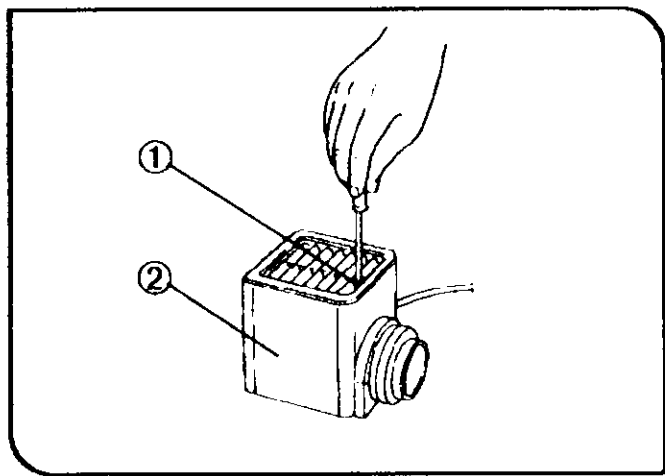

图 78
(2) 安装卤素灯 (图 78 到 80)
① 指定灯泡型号是 12V100WHAL L (PHILIPS 7724) 卤素灯泡。
- 5. 从上面压住灯室，向下施压，拧紧灯室固定螺丝①。(图 78)